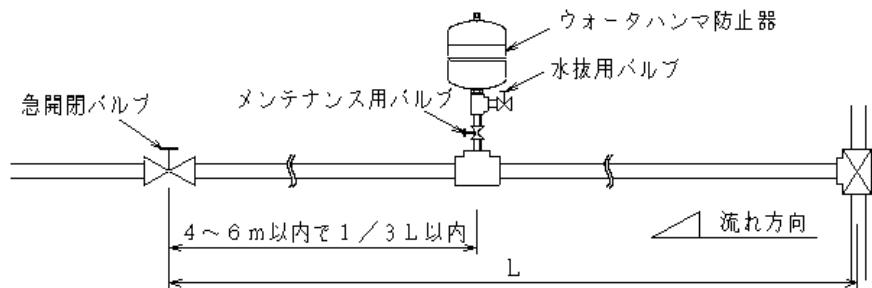
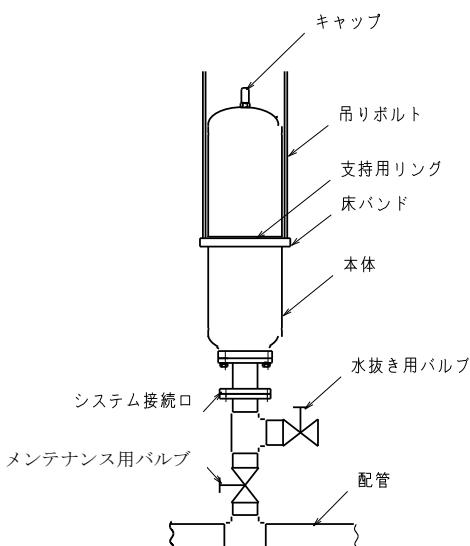
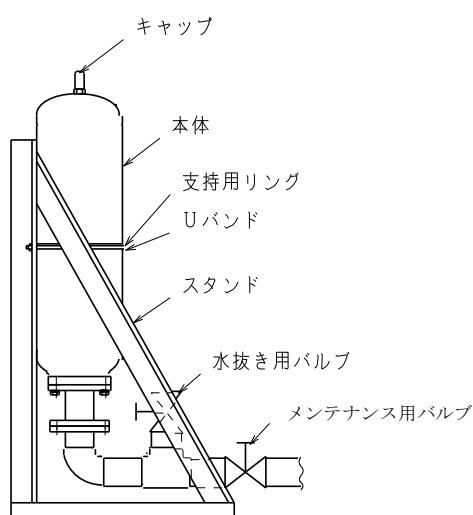

図 7-1 施工時の注意①
図 7-2 施工時の注意②
図 7-3 施工時の注意③
- ① システム配管はウォータハンマ防止器の「システム接続口」に接続してください。
- ② ウォータハンマ防止器の配管との接続は、「メンテナンス用バルブ」を介して行ってください。また、「メンテナンス用バルブ」とウォータハンマ防止器の間には、「水抜き用バルブ」を取付けてください。（図7-1～図7-3参照）
- ③ ウォータハンマ防止器は、できるだけウォータハンマ発生源（急開閉されるバルブまたは逆止弁）の上流側に直近に取付けるようにしてください。やむを得ない場合でも、ウォータハンマ発生源から4～6m以内で、かつ管長の1/3以内に取付けてください。（図7-1参照）
- ① ウォータハンマ防止器（WHシリーズ）は必ず接続口が下方で垂直になるように設置してください。（図7-2、図7-3参照）
- ② ウォータハンマ防止器（WHシリーズ）は、胴部を利用して壁に固定するか、天井から吊り下げるなどにより、重量を配管だけで支えることのないように固定してください。尚、この場合本体への直接の溶接は避けてください。本体には支持用リングが溶接固定してありますので、取付けに利用ください。